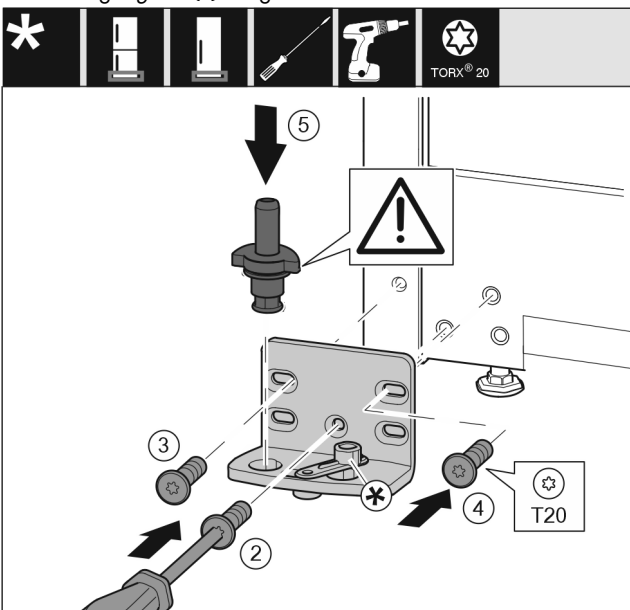

Fig. 37
- ▶ Lagerboks aan de andere zijde plaatsen en met behulp van een schroevendraaier er in schroeven. Met schroef Fig. 37 (2) onder in het midden beginnen.
- ▶ Schroef Fig. 37 (3) en schroef Fig. 37 (4) vastschroeven.
- ▶ Lagerbouten Fig. 37 (5) volledig insteken. Let hierbij op dat het vergrendelingslipje naar achteren wijst.
- ▶ Lagerboks aan de andere zijde plaatsen en met behulp van een schroevendraaier er in schroeven. Met schroef (2) onder in het midden beginnen.*
- ▶ Schroef (3) en schroef (4) vastschroeven.*
- ▶ Sluitdemperverbinding (5) 180° draaien. Aan de andere zijde van het lagerboks met een schroevendraaier er in schroeven.*
- ▶ Lagerbouten (6) volledig insteken. Let hierbij op dat het vergrendelingslipje naar achteren wijst.*